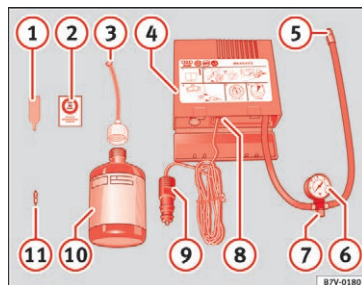

Fig. 79 Havarisættets dele
Havarisættet er placeret i bagagerummet under bundpladen. Det består af følgende dele » Fig. 79:
Tilslut dækpåfyldningsslangen » Fig. 79 ⑤ igen, og aflæs dæktrykket på dæktryksmåleren ⑥.